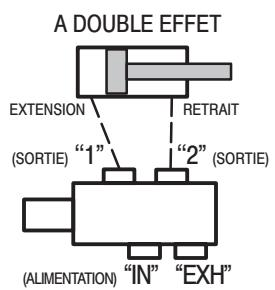

Figure 2
2. Les orifices de sortie 1 et 2 doivent être branchés sur un dispositif (cylindre à double effet, manomètre, etc.). L'orifice "EXH" est une sortie lorsque l'orifice 1 est mis sous pression. L'orifice "EXH" est une sortie lorsque l'orifice 2 est mis sous pression (figure 2). Le tiroir se déplacera une fois que le solénoïde est excité.